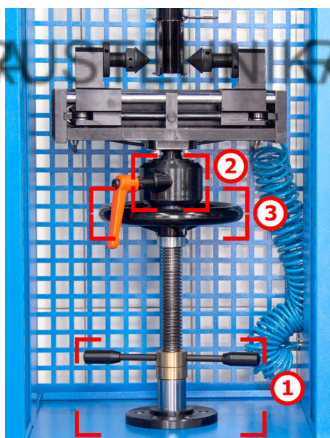

Рис. 7 – Управление перемещением нижних пневматических зажимов
- Разблокировать стопор резьбовой (1) поворотом по часовой стрелке на 90 градусов (рис. 7).
- Разблокировать стопор нижних пневматических зажимов (2).
- Вращая поворотное колесо (3), выставить необходимую высоту пневматических зажимов.
2. С помощью системы регулировки нижних зажимов настройте высоту (**рис. 7**).